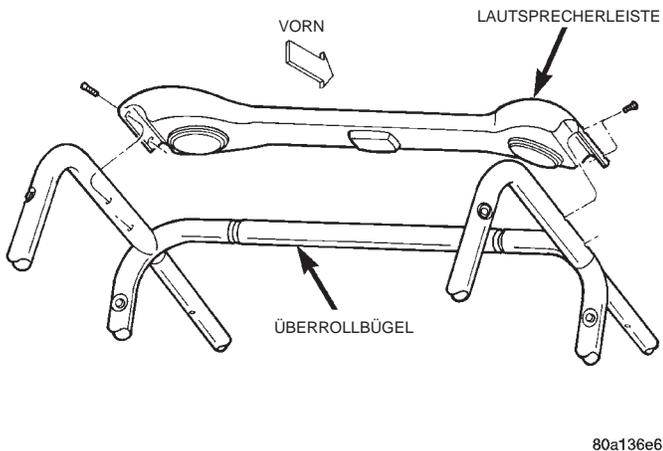

Abb. 8 Lautsprecherleiste aus- und einbauen
(6) Kabelbaum-Steckverbinder der Lautsprecherleiste abziehen.
(7) Die beiden äußeren Abschlußstücke der Lautsprecherleiste weit genug über den Überrollbügel heben, um Zugang zu den Befestigungsschrauben zu bekommen (Abb. 8).